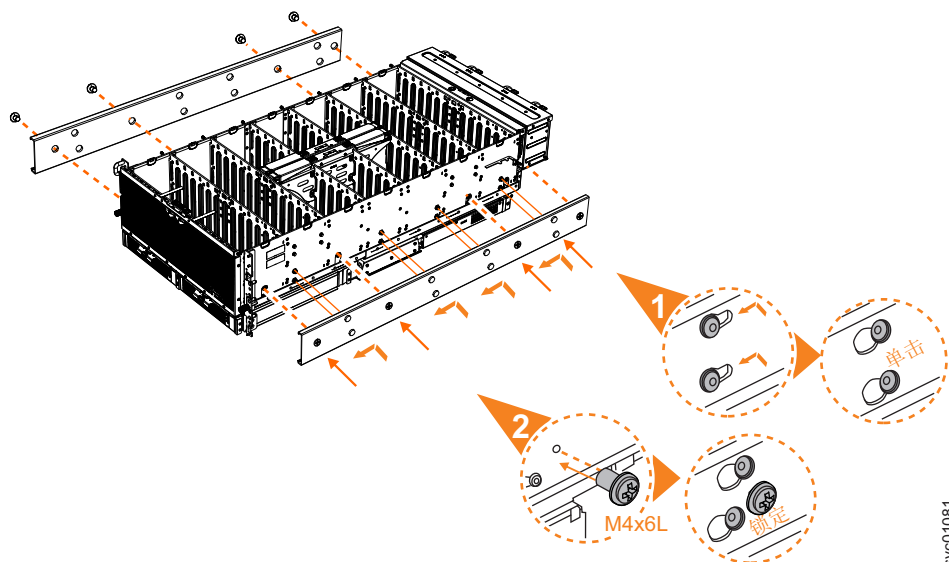

图 35. 将内部导轨部件连接到机柜上
5. 将内部导轨部件安装到扩展机柜的每一侧，如第 49 页的图 35 中所示。